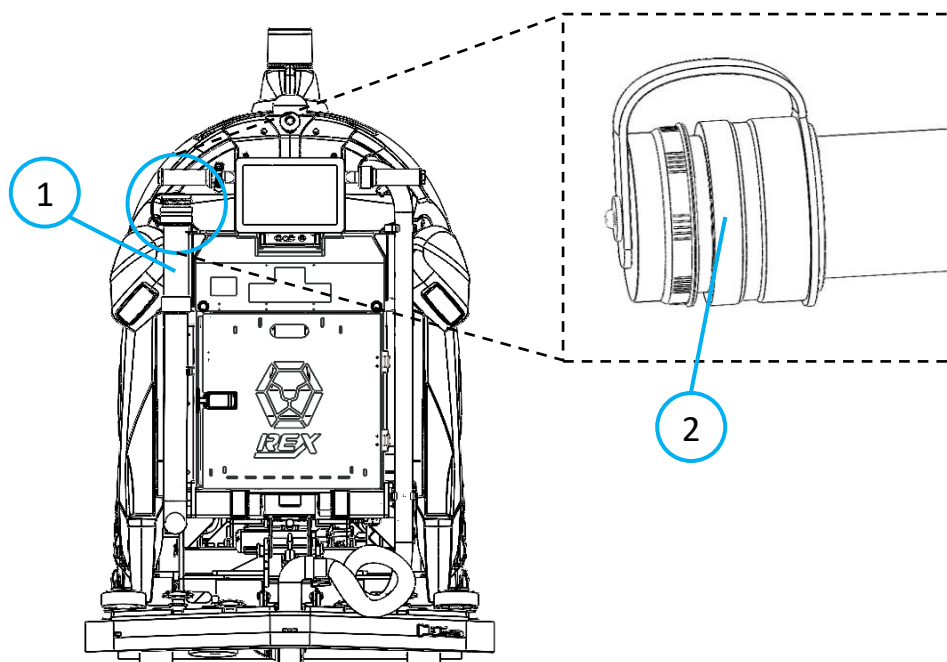

Fig. 1
1. Si le réservoir de récupération contient du liquide, utilisez le tuyau de vidange manuelle pour vidanger le liquide (Fig 1 – 1).
2. Dirigez le tuyau vers une bouche d'égout ou un endroit désigné pour la mise au rebut, puis décapsulez le tuyau (Fig. 1 – 2).